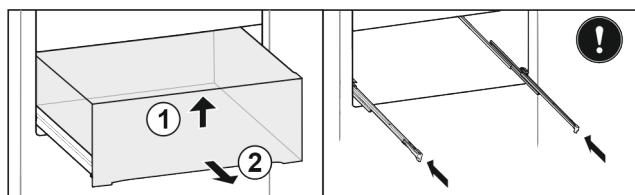

Fig. 27*
- Nadvihnite zásuvku dopredu Fig. 27 (1).*
- Odoberte ju dopredu Fig. 27 (2).*